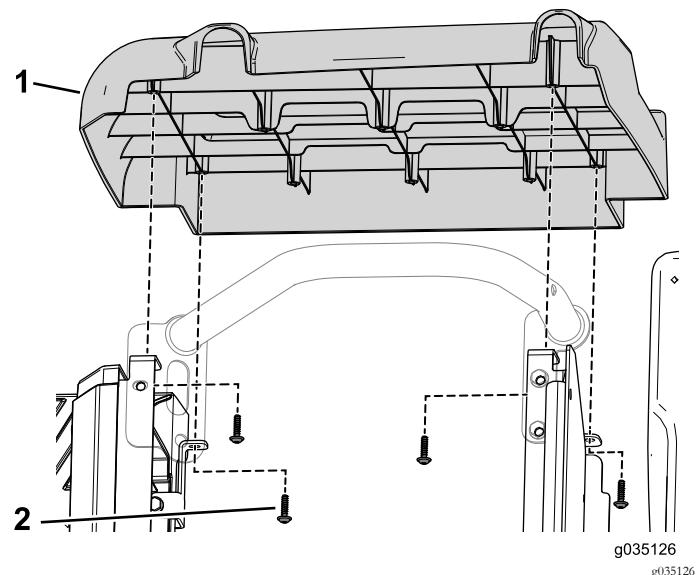

**Bild 88**
9. Befestigen Sie die Halterung des Ladegeräts mit den zwei Schrauben ( $\frac{3}{8}$ " x  $\frac{3}{4}$ ") am Batteriefach (Bild 88).